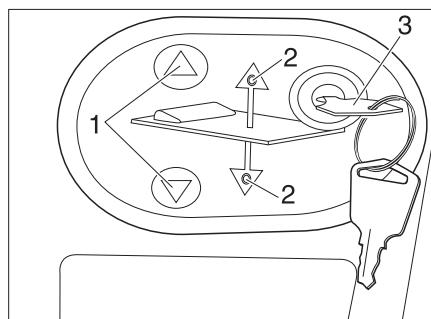

Fig. 166 Pannello di comando del letto basculante elettrico
- Inserire la chiave (Fig. 166,3) nel pannello di comando.
- Premere e tenere premuto il tasto (Fig. 166,1). Il rispettivo LED (Fig. 166,2) si accende e il letto basculante si abbassa fino alla posizione centrale; quindi si arresta.
- Premere e tenere premuto il tasto (Fig. 166,1). Il rispettivo LED (Fig. 166,2) si accende e il letto basculante si abbassa del tutto.